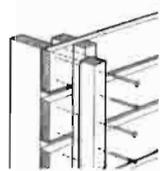
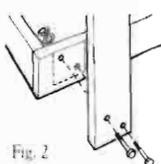

Fig. 1
Fig. 2
2. Separadores. Para cada uno de los cuatro separadores (dos exteriores y dos interiores), clava seis tablas separadoras a dos postes, separándolas de forma igual. Clava las vías interiores de la puerta a las tablas tarima a 2,5 cm de distancia de los postes. Clava las vías exteriores de la puerta a la par del extremo de los dos separadores interiores (Fig. 1). Coloca los separadores confeccionados: uno en cada extremo de la base y uno en cada lado del cajón interior o central; taladra y atornilla los postes a las vigas exteriores (Fig. 2).
extremo de la base y uno en cada lado del cajón interior o central; taladra y atornilla los postes a las vigas exteriores (Fig. 2).